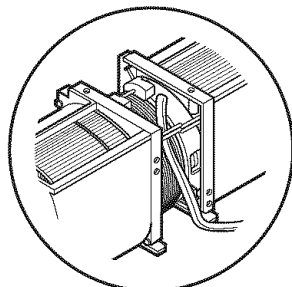

Figure 15
4. Remonter le fil du ventilateur. Voir la Figure 15.